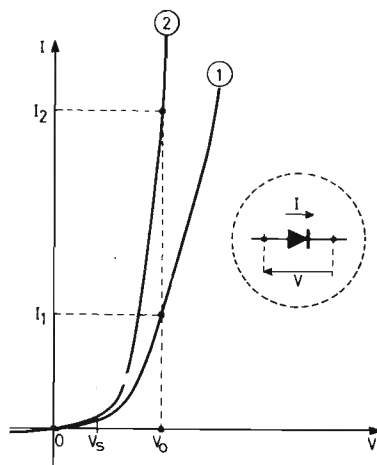

Figura 1 - Esempio di curva caratteristica rilevabile nei confronti di un diodo rettificatore.
graficamente le variazioni della corrente I , che scorre dall'anodo verso il catodo, in funzione della differenza di potenziale V tra questi due elettrodi (vedi figura 1).
Per ciascun valore prestabilito della tensione V_0 , l'intensità della corrente corrispondente dipende dalle dimensioni geometriche del diodo: per una giunzione di superficie ridotta (diodi di piccola potenza), l'intensità I_1 è debole; aumentando invece la superficie della giunzione, si nota che l'intensità della corrente aumenta. La curva (2) di figura 1 corrisponde al caso tipico di un diodo di potenza.